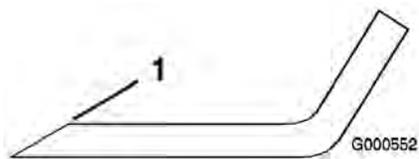
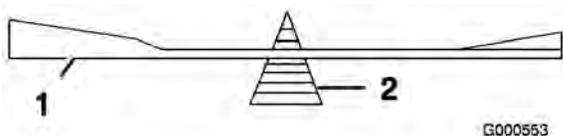

Figure 40
Figure 41
1. Au moyen d'une lime, aiguisez les tranchants aux deux extrémités de la lame (Figure 40) en
2. Vérifiez l'équilibre de la lame en la plaçant sur un équilibreur (Figure 41). Si la lame reste horizontale, elle est équilibrée et peut être utilisée. Si la lame est déséquilibrée, limez un peu l'extrémité de la partie incurvée seulement (Figure 40). Répétez la procédure jusqu'à ce que la lame soit équilibrée.